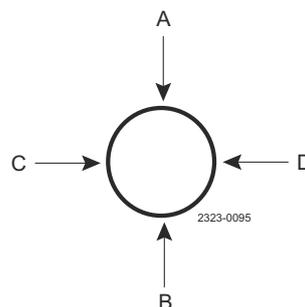

Abbildung 3:
Für die richtige Montage den Dichtring ungefähr zehn (10) Mal mit dem Daumen drücken und zwar immer mit gegenüberliegenden Druckpunkten, von A bis B, von C bis D (siehe Abbildung 3). Der Rest des Dichtrings kann nun in die Nut gedrückt werden, sodass der gesamte Dichtring fest sitzt. Kontrollieren Sie, dass der Ring KEINE „Wulst“ bildet (siehe Abbildung 4). Eine kleine sichtbare Wulst beseitigen Sie mithilfe eines Schraubendrehers. Drücken Sie wieder mit dem Daumen auf den Dichtring und erhalten Sie den Druck aufrecht, während Sie den Ring um 360° drehen (siehe Abbildung 3).